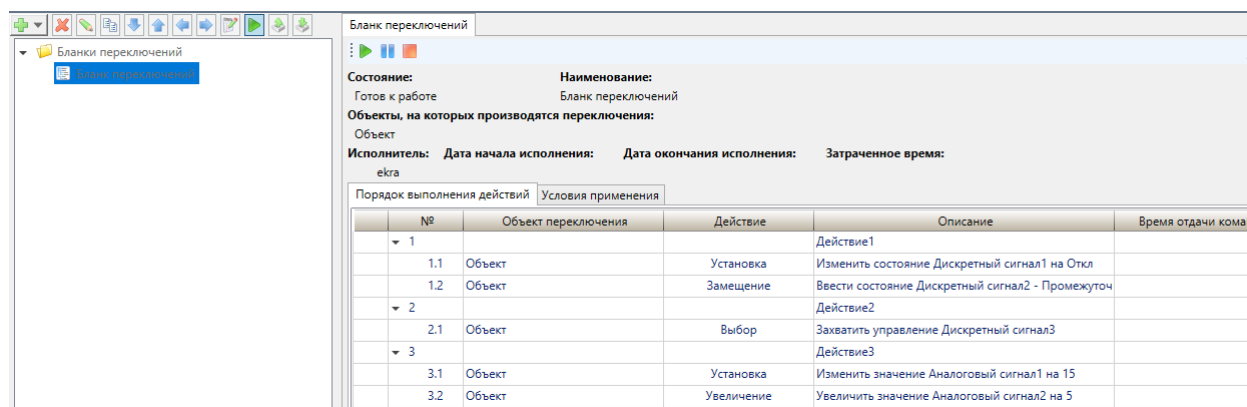

Рисунок 347 – Бланк переключений
Компонент **Бланк переключений** (рисунок 347) обеспечивает выполнение ранее настроенных бланков переключений (4.13.8).
- в) режим запуска бланка переключений (рисунок 347).